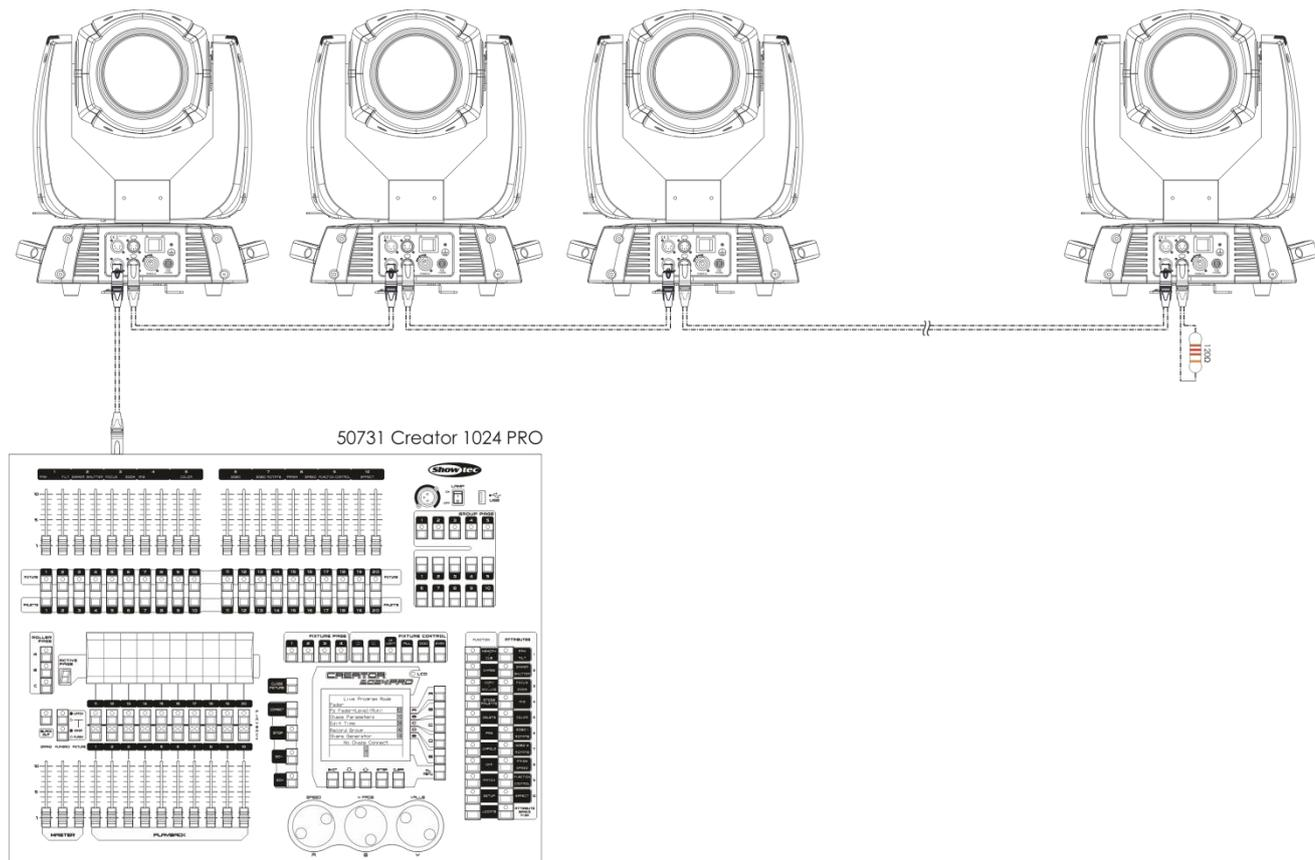

Fig. 03
- 05) Collegare le unità come indicato nella (fig. 03). Collegare un cavo di segnale DMX dall'uscita "out" del primo dispositivo DMX alla presa "in" della seconda unità. Ripetere questo processo fino a collegare la seconda, la terza e la quarta unità.